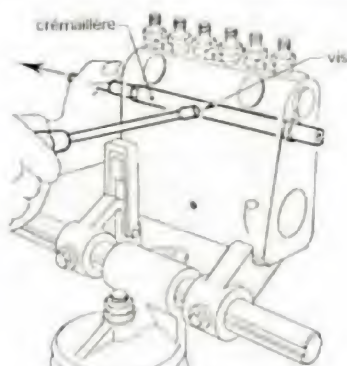

Fig. 15.
- Sortir la crémaillère (fig. 15).
Placer la rainure longitudinale vers la vis de guidage et introduire la crémaillère en respectant la flèche sur l'une des extrémités indiquant le sens du « stop ». Visser et bloquer la vis de guidage (fig. 15 et 34).